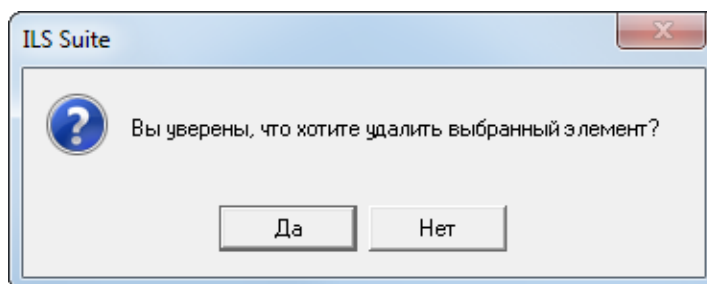

Рис. 14-5 – Диалоговое окно при удалении бюллетеня
- 4) В открывшемся диалоговом окне нажать «Да» для подтверждения действия (рис. 14-5). В этом случае выбранный бюллетень будет удален из всех папок рабочего окна «Бюллетени» и из базы данных.